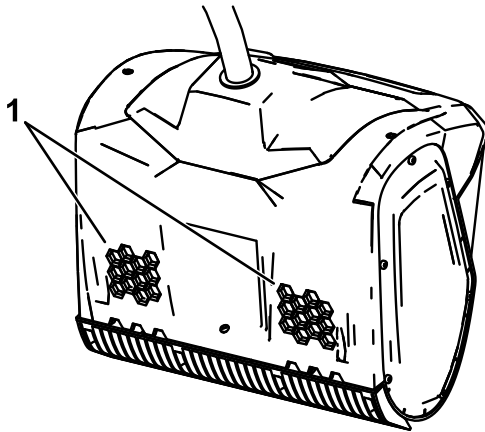

Рисунок 6
1. Убедитесь, что вентиляционные отверстия на задней стороне машины чистые и свободны от снега или льда (Рисунок 6).